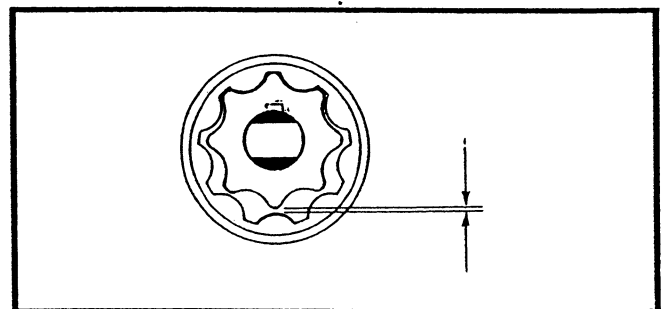

Figure 3-46. Limites d'usure du rotor
2. Voir Figure 3-46. Vérifiez que les ensembles des deux rotors ne sont pas usés. Enclenchez les pièces de chaque ensemble comme indiqué. Utilisez une cale d'épaisseur pour déterminer le jeu.